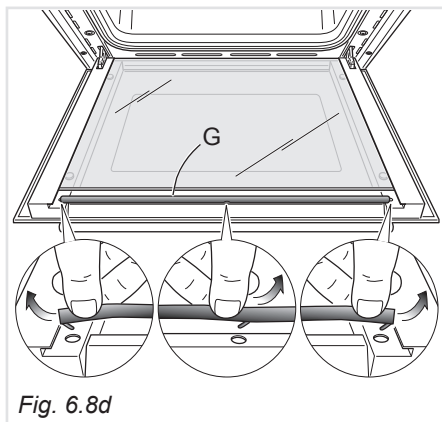

Fig. 6.8d
- Togliere la guarnizione "G" sganciando i 3 uncini (fig. 6.8d).